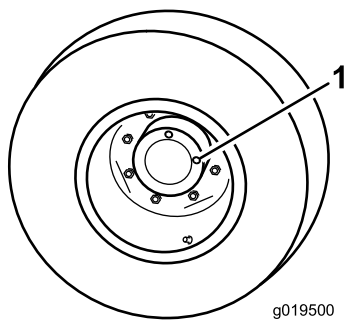

Figura 17
1. Con la máquina en una superficie nivelada, coloque la rueda con un tapón de verificación en la posición de las 12 y el otro en la posición de las 3 (Figura 17).
1. Tapón de verificación/drenaje (2)
2. Retire el tapón de la posición de las 3 (Figura 17).